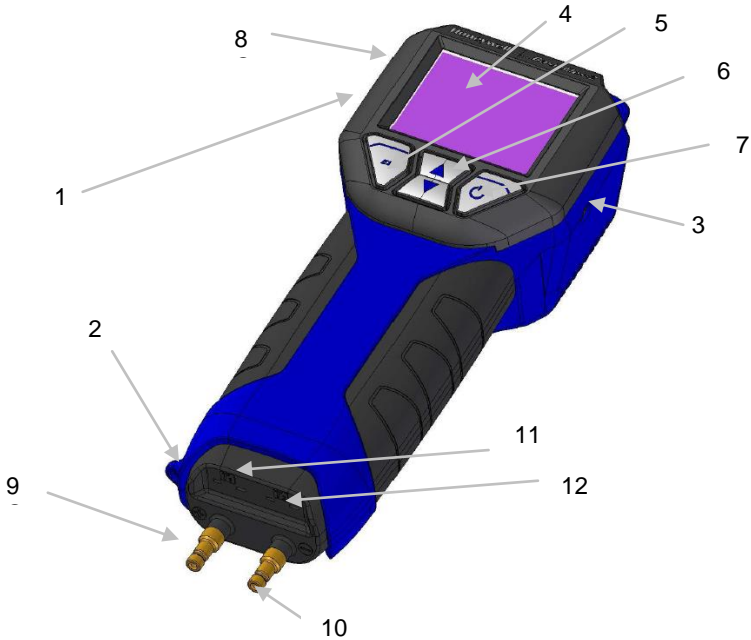

Abb. 1: Anzeige und Bedienelemente
14	Batteriedeckel (in Abb. 1 verdeckt auf der Rückseite)
- Stecker des Staurohrs in die Buchse 11 (Abb. 1) des Wöhler DC 410 einstecken.
- Die Überdruckleitung des Staurohres Typ S wird an den (+) Druckanschluss (Abb. 1, Teil 9) und die strömungsabgewandte Leitung an den (-) Druckanschluss (Abb. 1, Teil 10) angeschlossen.
- Stecker der Temperaturmessungen in die Buchsen 11 und 12 (Abb. 1) des Wöhler DC 410 einstecken.
Im Display erscheint der über die Buchse 11 (Abb. 1) gemessene Temperaturwert als T1 und der über die Buchse 12 gemessene Temperaturwert als T2.
- Stecker der Oberflächentemperaturfühler in die Buchsen 11 und 12 (Abb. 1) des Wöhler DC 410 einstecken.
- Zugehöriges Netzgerät mit Ladeanschluss am Gerät (Abb. 1, Teil 3) verbinden und an das Stromnetz anschließen.